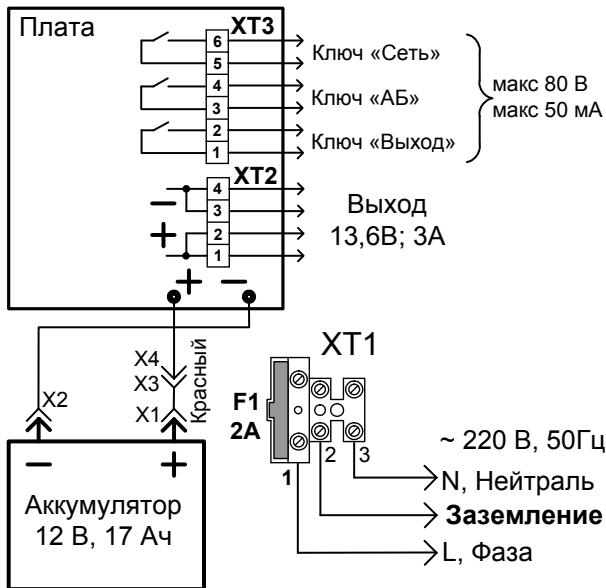

Рис. 2
ВНИМАНИЕ! При подключении внешнего питающего напряжения 220 В к сетевой колодке XT1 необходимо соблюдать правильность подключения проводов «фаза» и «нейтраль». Подключение производить в соответствии с Рис. 2. Схема подключения также расположена на внутренней стороне корпуса РИП.
3.2.4 Согласно схеме соединений (рис. 2):
б) изъять из колодки вставку F1 (2 А), подключить сетевые провода к входной колодке (**фаза (L)** должна быть подключена к **XT1:1**, см. рис. 2);